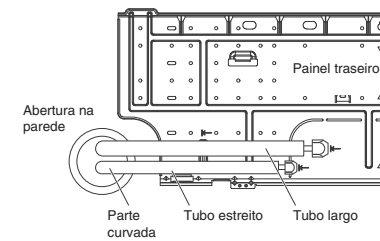

Fig. 3-98
- (1) Encaminhe a tubagem e o tubo de drenagem através da parede, permitindo um comprimento suficiente para a ligação. Em seguida, dobre a tubagem utilizando um aparelho de curvar tubos para instalar. (Fig. 3-98)
- (2) Mude o tubo de drenagem e a tampa de drenagem.